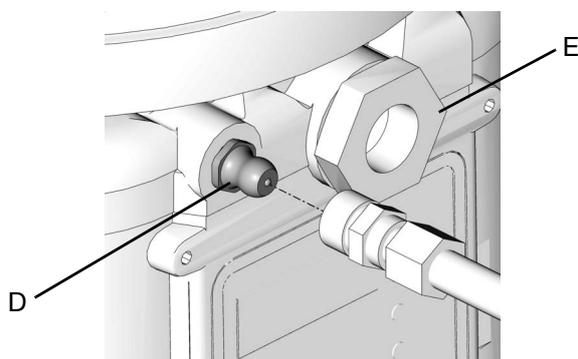

FIG. 13
1. Conecte la manguera de llenado al racor de entrada Zerk (D) (FIG. 13).